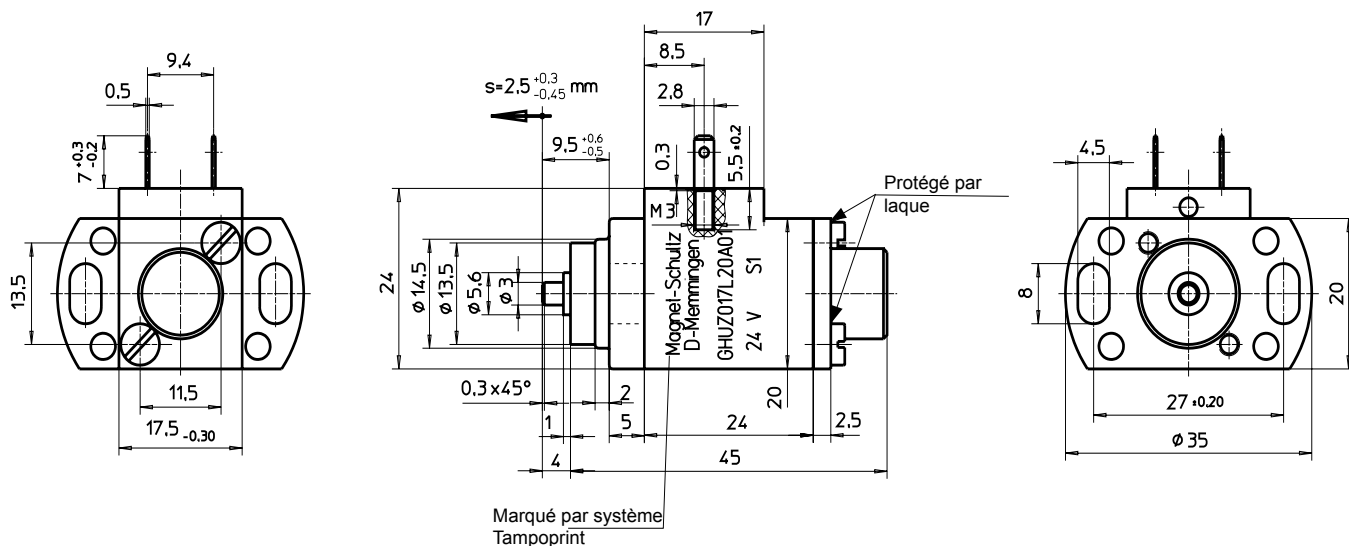

Fig. 3: Type G HU Z 017 L20 A01 / A02
- Fiche plate: Dimensions de la fiche plate à l'appareil Voir fig. 3 et 4